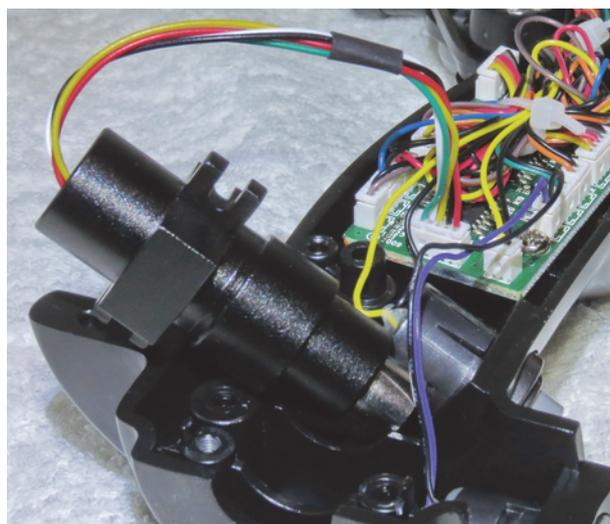

Рис. 3.4.
- Подключите разъем жгута переходника к этому же разъему (рис. 3.4).